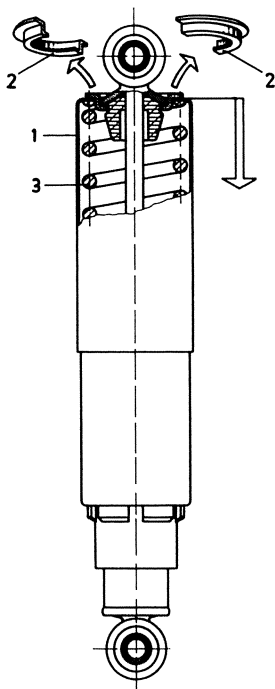
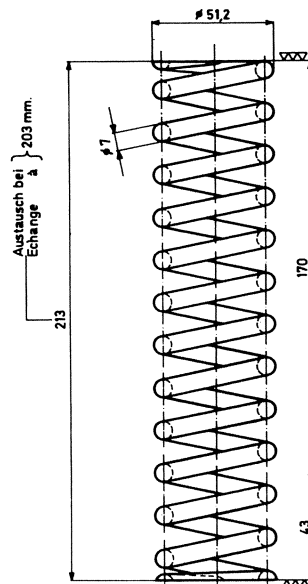

Fig. 12
Fig. 13
3.2 DEMONTAGE DER STOSSDAEMPFER-FEDER (Fig. 12)
- Obere Schutzhülse (1) nach unten ziehen, dann die beiden Halbmond-Keile (2) entfernen
- Schutzhülse (1) entfernen
- Stossdämpfer-Feder demontieren und deren Länge laut Fig. 13 kontrollieren.
3.2 DEMONTAGE DU RESSORT D'AMORTISSEUR (fig. 12)
- Tirer la protection (1) vers le bas et extraire les deux demi-clavettes circulaires (2)
- Démonter la protection (1)
- Démonter le ressort d'amortisseur (3) et en contrôler la longueur selon fig. 13.